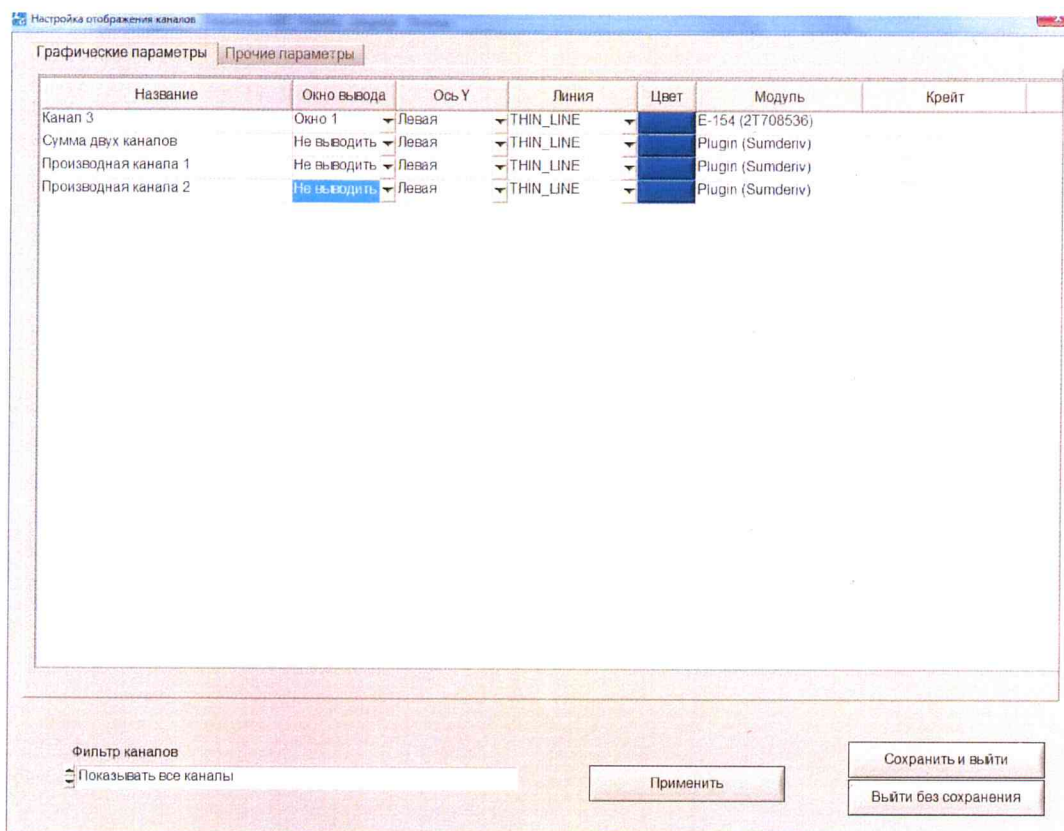

Рисунок 39. Графические параметры
4) В высветившемся окне в параметре «Окно вывода» назначьте на необходимый канал соответствующее окно вывода (рисунок 39);